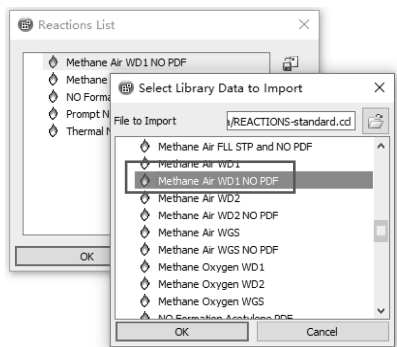

图 11-90 创建材料
(1) 在导航树上右键单击【Materials】→【Insert】→【Material】, 弹出材料命名菜单, 输入 air mixture, 确定; 在 air mixture 信息栏里【Basic Settings】标签下【Option】= Reacting Mixture, 【Material Group】= Gas Phase Combustion, 【Reactions List】= Methane Air WD1 NO PDF。
(2) 单击弹出【Reactions List】对话框, 单击打开库数据 (在【Reactions List】对话框右上方) 弹出【Select Library Data to Import】对话框, 然后选择【Methane Air WD1 NO PDF】→【OK】, 再次选择【Methane Air WD1 NO PDF】→【OK】, 如图 11-90 所示。最后单击【OK】, 关闭 air mixture 信息栏。